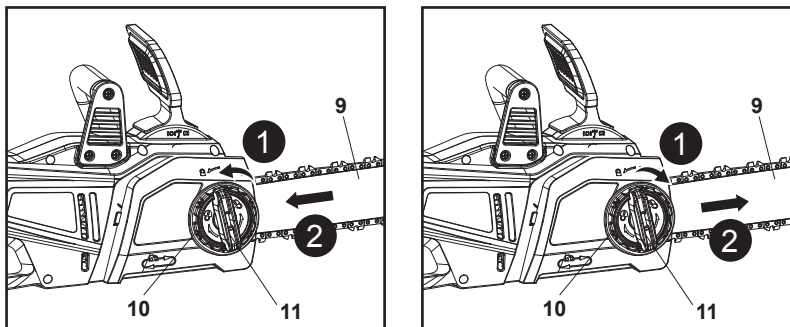

Fig. 8
3. Si observa que la cadena (8) está demasiado floja o apretada, ajuste la tensión.
4. Afloje un poco la rueda de bloqueo (11); a continuación, gire la rueda de tensora de la cadena (10) hacia la izquierda o hacia la derecha para ajustar la espada (9) hacia esa dirección, hasta que los "eslabones de unión" de la cadena solo toquen el borde inferior de la espada (9); manténgala en la posición (Fig. 8).